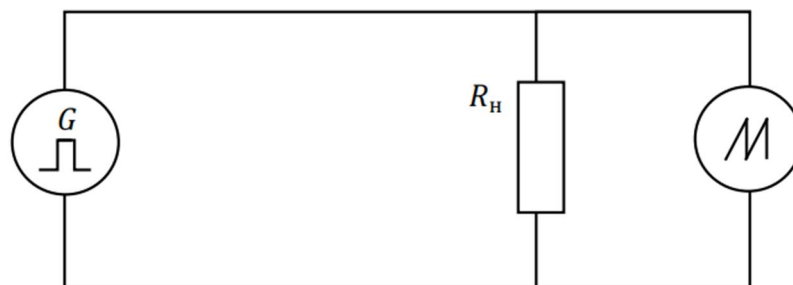

Рисунок 7.8 – Схема измерения синусоидального сигнала
3. Собрать схему (рис. 7.8), подключить осциллограф, получить на экране осциллографа изображение синусоидального сигнала, зафиксировать осциллограмму в протоколе, записать амплитуду сигнала.